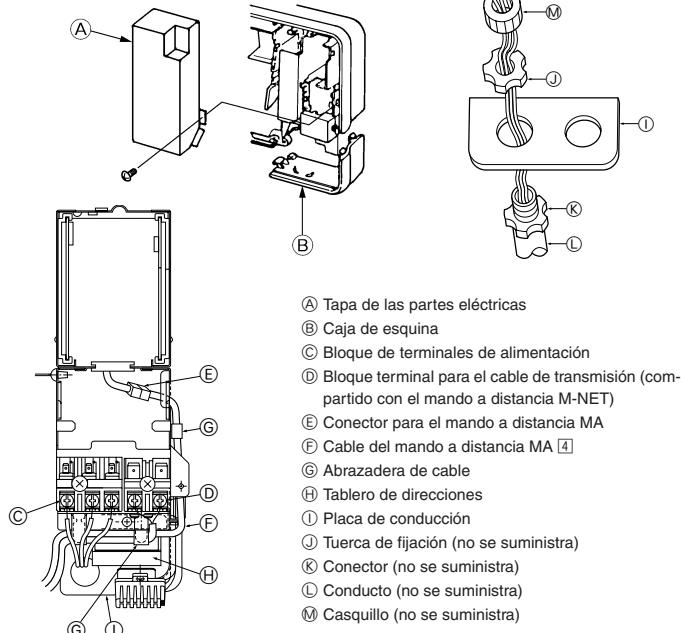

Fig. 6-1
■ PKFY-P06/P08NAMU-E (Fig. 6-1)
3. Retire el tornillo roscado (1) y, después, retire la tapa de las partes eléctricas.